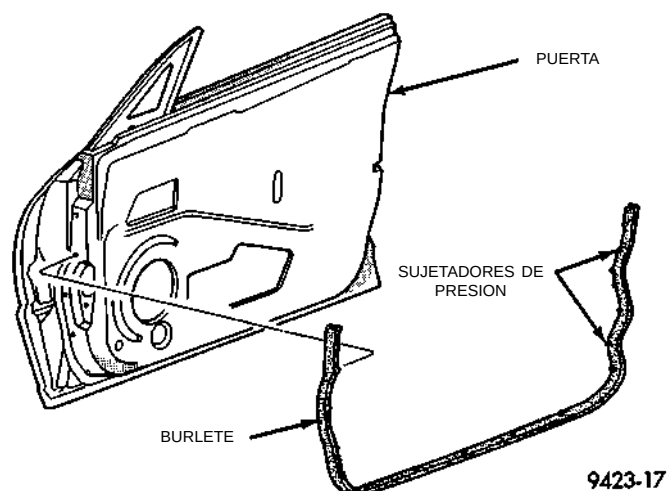

Fig. 38 Burlete de la puerta delantera
- (1) Con una herramienta de palanca de tipo horquilla, desacople los sujetadores de presión que fijan el burlete a la puerta (Fig. 38).
- (2) Separe el burlete de la puerta.